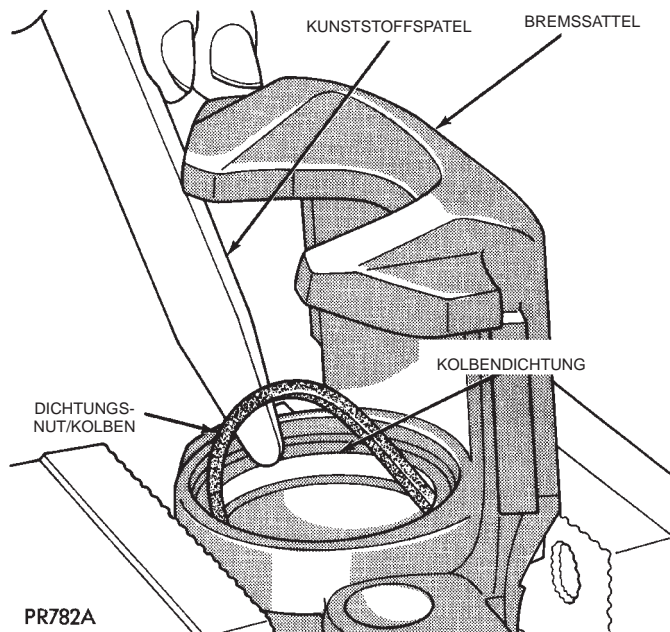

Abb. 85 Entfernen der Kolbendichtung aus dem Bremssattel
(8) Kolbendichtung mit einem weichen Werkzeug, wie z. B. einem Kunststoffspatel aus der Nut in der Kolbenbohrung lösen (Abb. 85). Alte Dichtung entsorgen. **Zum Ausbau der Dichtung keinen Schraubendreher oder andere Metallwerkzeuge benutzen, da hierdurch die Kolbenbohrung zerkratzt oder die Kanten der Dichtungsnut beschädigt werden könnten.**